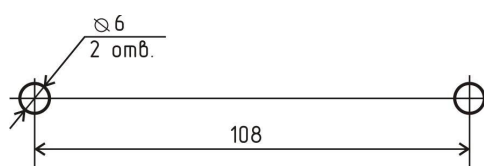

Рисунок 6 - Размеры для сверления отверстий крепления
2) Крепление блоков к бетонной поверхности производить при помощи двух пластмассовых дюбелей 6x40 мм и самонарезающих винтов 3,5x40 мм. Предварительно в стене должны быть просверлены отверстия диаметром 6 мм и глубиной 45 мм (рисунок 6). Рекомендуемая высота крепления не менее 1,5 м.